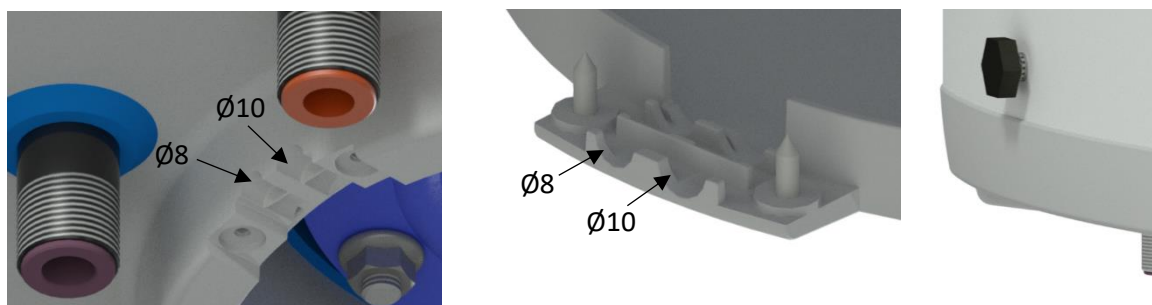
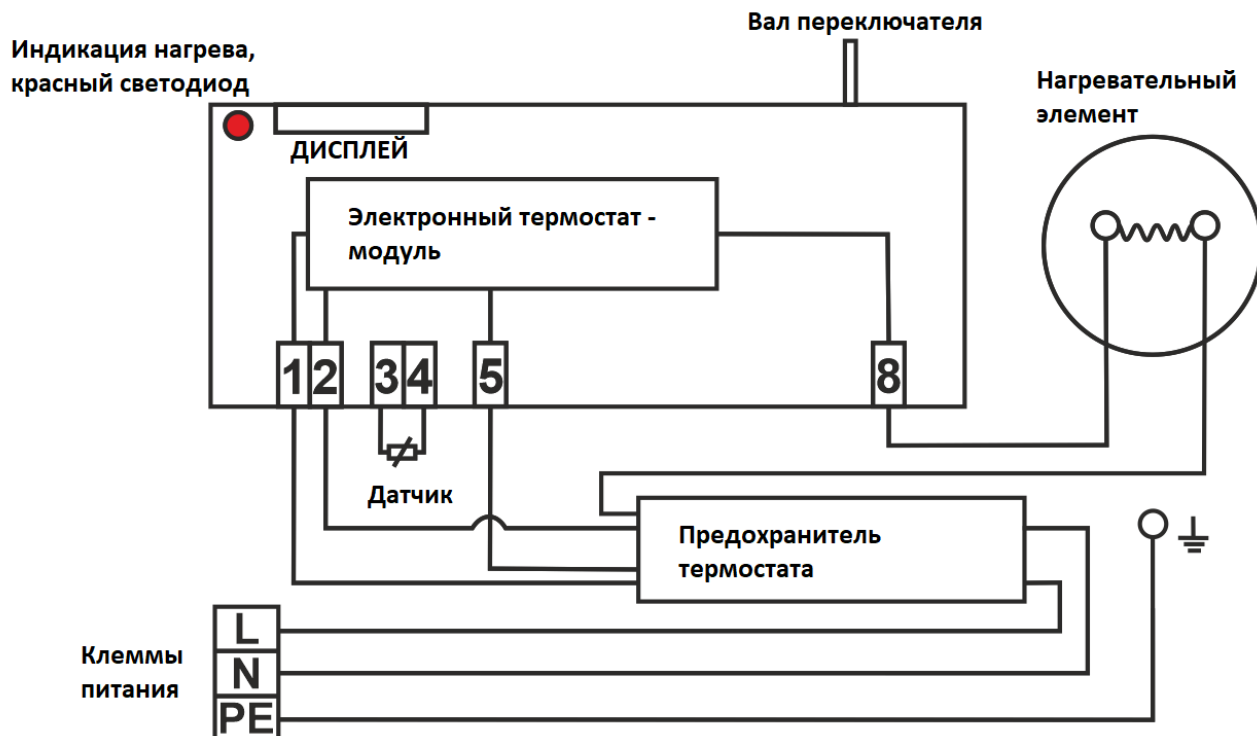

Рисунок 6
Рисунок 7
Подключение выполните согласно схеме. Подключение, выполненное на заводе, запрещено менять! (Рисунок 7). В крышке электропроводки снимите перегородку, соответствующую диаметру подводящего провода $\phi 8$ или $\phi 10$ (Рисунок 6). Степень защиты электрических компонентов водонагревателя - IP 44. Потребляемая мощность электрического нагревательного элемента - 2200 Вт.
- Схема эл. подключения прилагается к водонагревателю на крышке электропроводки (Рисунок 7).